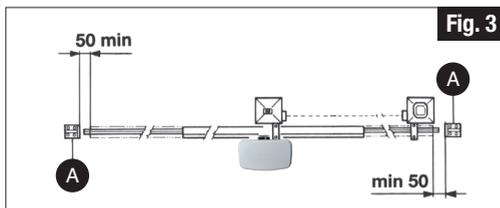

Fig. 3
- Oltre ai finecorsa presenti nell'unità, è necessario che a ciascuna delle due posizioni estreme della corsa sia presente un fermo meccanico fisso che arresti il cancello nel caso di malfunzionamento dei finecorsa. A tal fine il fermo meccanico deve essere dimensionato per sopportare la spinta statica del motore più l'energia cinetica del cancello (A) (Fig. 3).